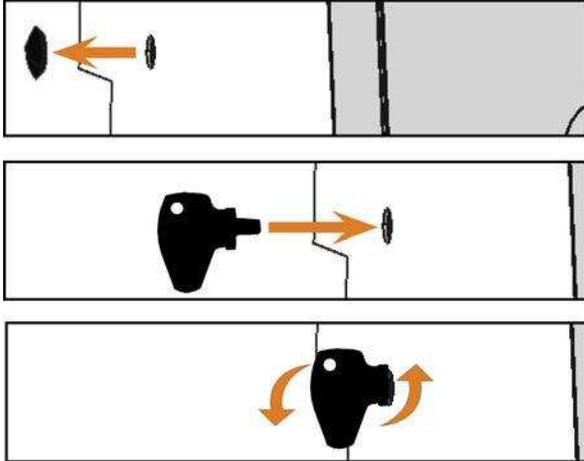

Abb. 44 – VERWENDEN DES SCHLÜSSELS FÜR DIE NOT-ENTRIEGELUNG
2. Deaktivieren Sie die Sicherheitsverriegelung der Arbeitsraumtür, wie in der Abbildung gezeigt (Abb. 44 – auf der nächsten Seite):